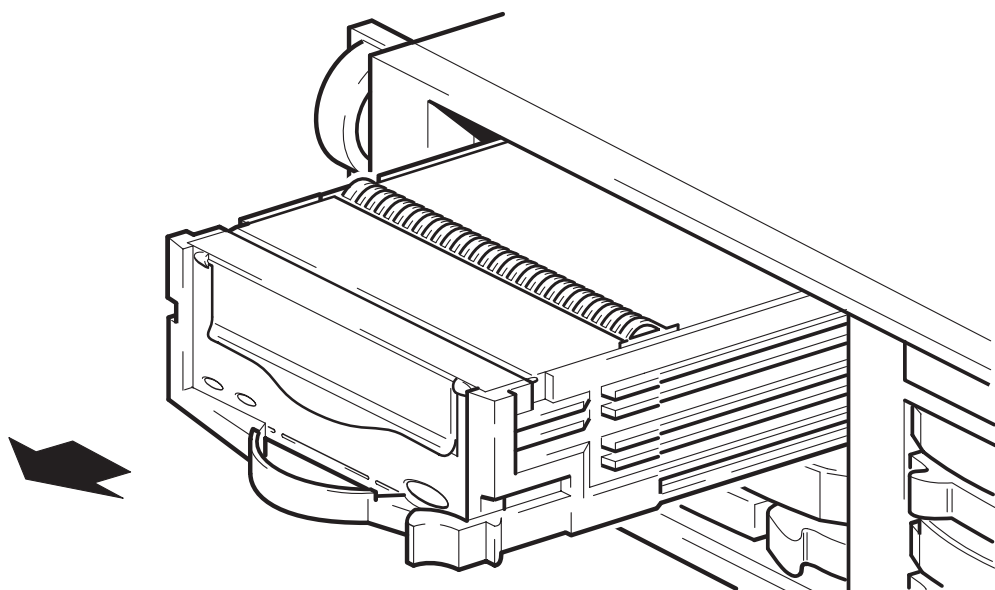

図 5b: ドライブを取外す
- 4 新しいテープ・ドライブを同じスロットに取り付けます。ドライブは、コネクタにしっかりと装着され、リリース・ラッチが定位置に収まるまで挿入します。図 5b を参照してください。